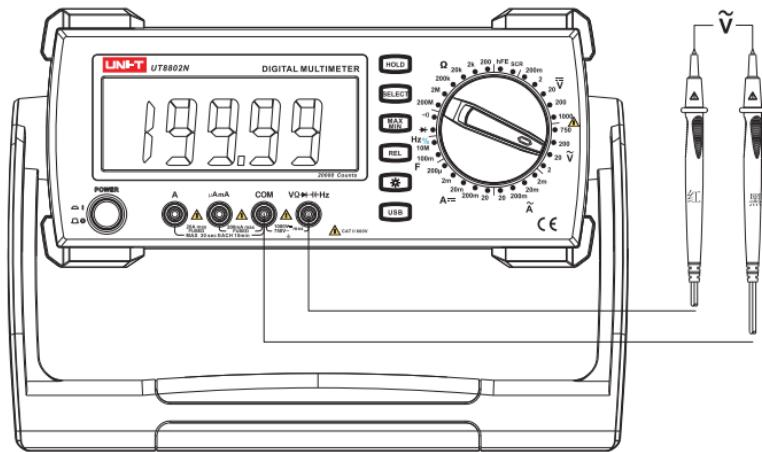

图2. 交流电压测量
- 2) 将仪表的旋转开关转到2V/20V/200V/750V，如图2，将表笔并联到待测电源或负载上